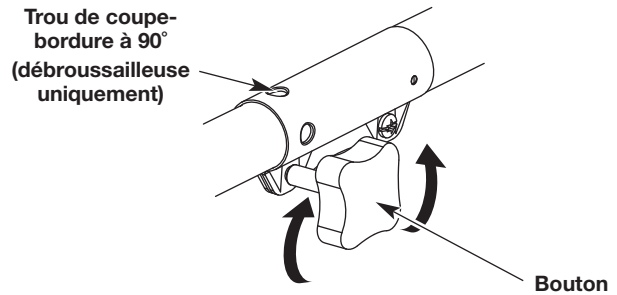
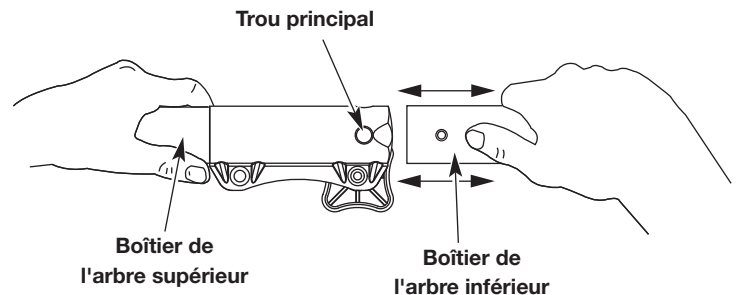

Fig. 4
Fig. 6
1. Desserrez le bouton en le tournant dans le sens inverse des aiguilles d'une montre (Fig. 4).
2. Pendant que vous tenez fermement l'accessoire, poussez-le directement dans le coupleur jusqu'à ce que le bouton-ressort saute en place dans le trou principal (Fig. 6).
3. Serrez le bouton en le tournant dans le sens des aiguilles d'une montre (Fig. 4).
ATTENTION : Avant d'utiliser cet appareil, assurez-vous que le bouton-ressort est bien enclenché dans le trou principal (Fig. 6), et que le bouton (Fig. 4) est bien serré.
Pour la taille décorative de bordures avec l'accessoire débroussailleuse, verrouillez le bouton-ressort de l'accessoire dans le trou à 90° (Fig. 4).
3. Tout en maintenant fermement le logement de l'arbre supérieur, tirez l'accessoire tout droit hors du coupleur (Fig. 6).